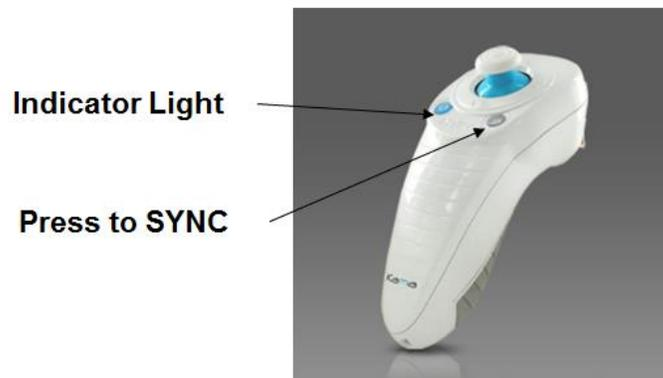

Figura 3-19. Status de configuração do sistema
- Pressione o botão de sincronização indicado com um 'S' no controle remoto para sincronizar o controle remoto dentro do período de 15 segundos. Consulte a Figura 3-19 para a localização do botão de sincronização. Isso será necessário para cada procedimento, se o uso do controle remoto for desejado.